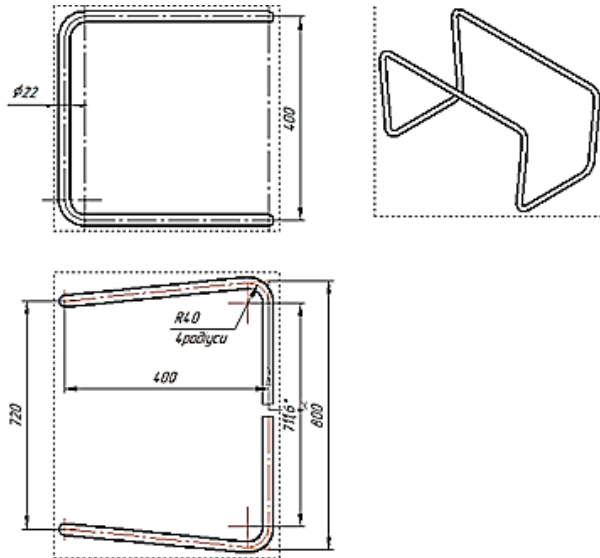

Рис. 2 – Ескіз Каркасу
2. Побудувати трубчастий каркас за ескізом (Рис.2). Товщина труби 3 мм.